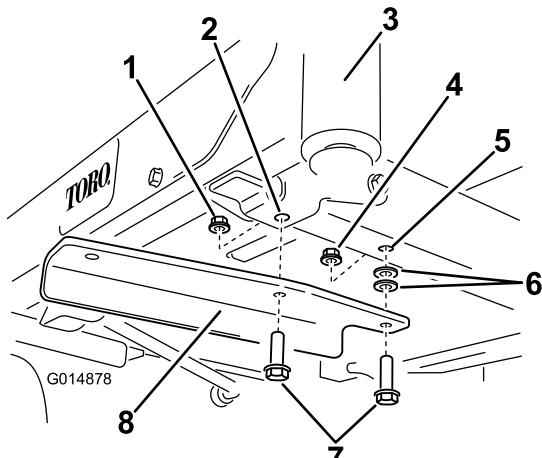

Figura 5
3. Sujete el soporte al bastidor usando dos pernos (3/8 x 1-1/4 pulgada), dos arandelas y dos contratuercas (3/8 pulgada) (Figura 5). Utilice una contratuercas de las piezas sueltas y otra de las retiradas anteriormente.